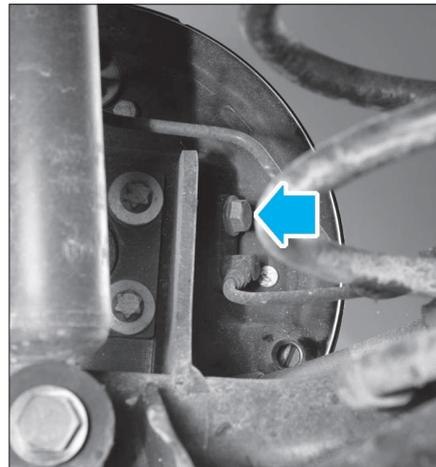

FIG. 26
- le capteur de vitesse de roue et dégager son faisceau de l'essieu (Fig.26).